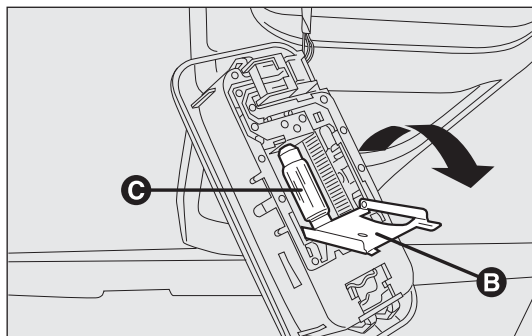

fig. 176
- ☐ ouvrir le volet de protection B-fig. 176 ;